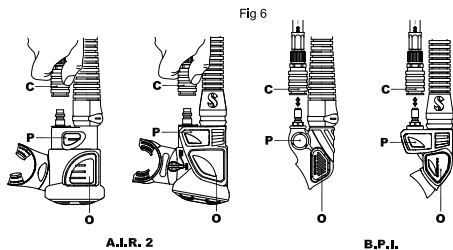

рис. 6
Для подключения быстроразъемного соединения (рис. 6 - C):
Для надувания КП нажмите кнопку высокопоточного клапана инфлятор (рис. 6-Р). Воздух должен поступить вовнутрь КП. Для лучшего контроля во время поддува подуйте воздух мелкими порциями, нажмите и отпустите кнопку PIV.
2. Продолжайте выдох, сильно нажмите кнопку клапана орального поддува (рис. 6-О).